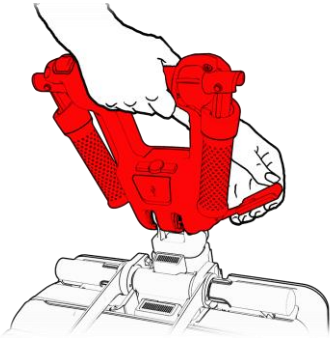

Figura 49
1. Asegúrese de que el manillar esté asegurado en posición vertical (consulte la Figura 49).